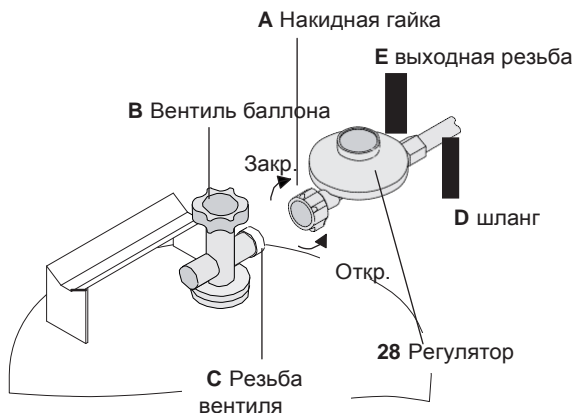

Рисунок 2
- Газовый вентиль (В) газового баллона (см. рисунок 2 на Странице 6) в случае неполадки, следует немедленно закрыть.
### III. Подключение прибора к газовому баллону (рисунок 2)
Выключите нагреватель (смотрите Пункт VI. на Странице 7) и дайте ему остыть. Закройте вентиль газового баллона, Снимите регулятор газа со шлангом с газового баллона, при этом отпустите накидную гайку А (смотрите рисунок 2 на Странице 6) поворачивая ее по ходу часовой стрелки. Всегда проверяйте уплотнение на предмет отсутствия повреждений.